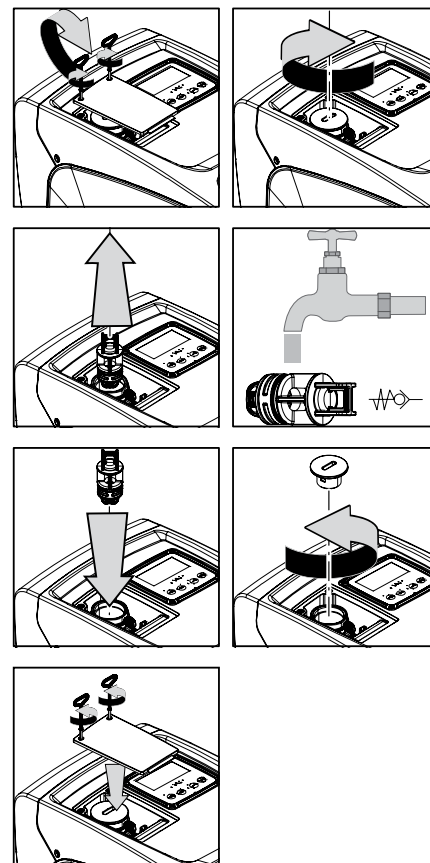

Fig. 22
1. ta bort luckan till utrymmet för extra underhåll (*Fig. 1, sida F*) genom att lossa de två låsskruvarna med det medföljande verktyget. Ta inte bort skruvarna helt utan använd dem för att dra ut luckan. Tappa inte skruvarna in i systemet när de har tagits bort från luckan (*Fig.22*);
2. använd en skruvmejsel och ta bort 1"1/4 pluggen för att komma åt backventilen (*Fig.22*);
3. använd en tång och dra, utan att vrida, ut backventilens patron genom att gripa om byglingen som är specifikt avsedd för detta (*Fig. 22*). Du kan behöva ta i lite grann;
5. för åter in patronen på sin plats. De två O-ringarna behöver tryckas samman vid införandet (*Fig.22*);
6. dra åt 1"1/4 pluggen helt. Pluggen hjälper till att föra in patronen om den ännu inte är helt införd (*Fig.22*);
7. sätt tillbaka luckan och dra åt de två skruvarna (*Fig.22*).